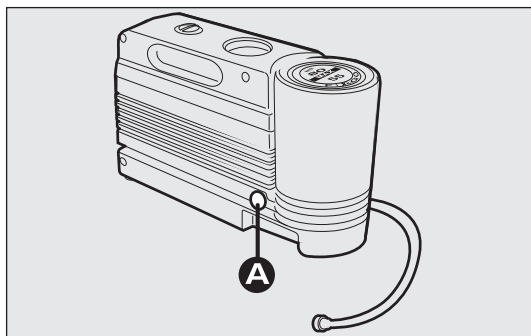

fig. 183
- pousser la touche A-fig. 183 pour faire sortir la recharge;